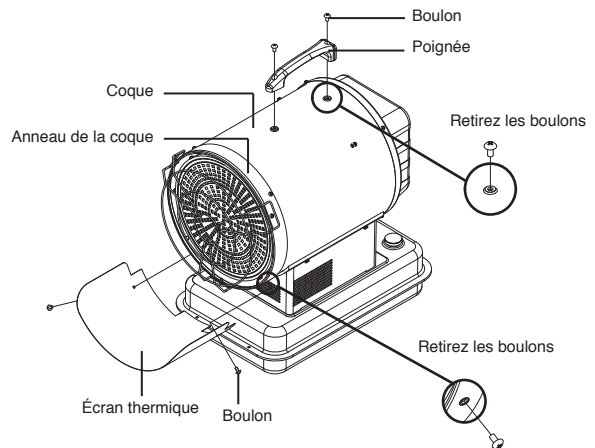

Figure 3. Assemblage de la poignée et de l'écran thermique
2. Alignez les trous de la coque et les deux trous de montage de la poignée, comme l'illustre la figure 3.
4. Alignez les trous de l'anneau de la coque et les deux trous de montage de l'écran thermique, comme l'illustre la figure 3.